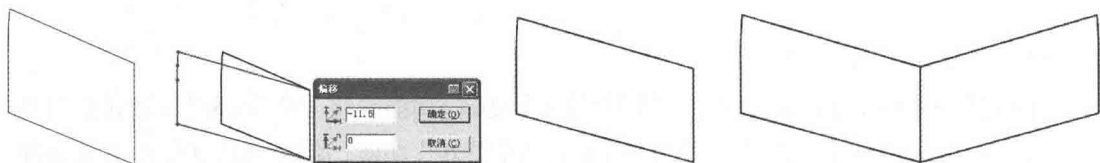

图6-33 处理中拼块
(9) 中拼块(图6-33)。
①选择【移动】工具, 按着【Shift】键进入【复制】功能。将中拼块部位复制到空白处。
②选择【调整】工具, 框选中拼块的侧缝线, 按【Enter】键输入横向偏移量-11.5cm(计算方法: 取前片臀围量23cm的一半)。
③选择【对称】工具, 将腰头对称复制成一个完整的腰头。